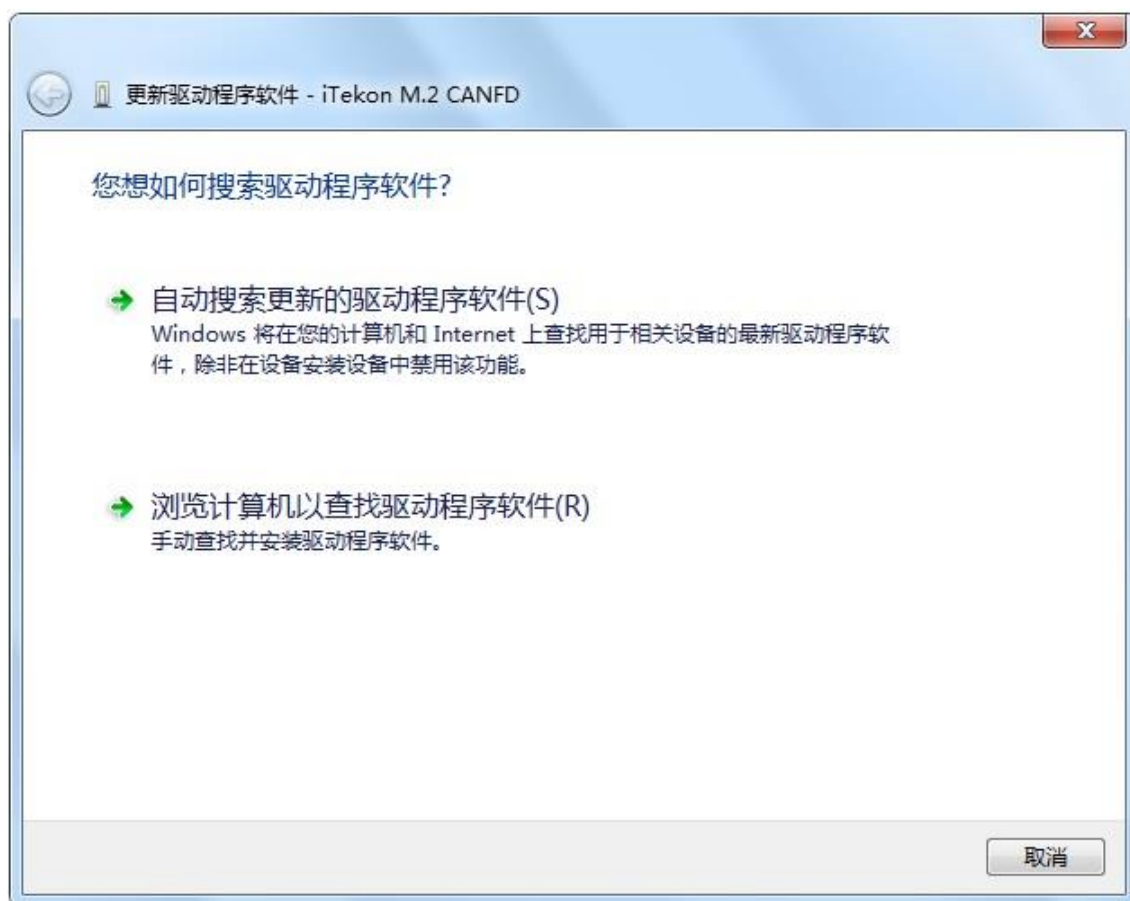
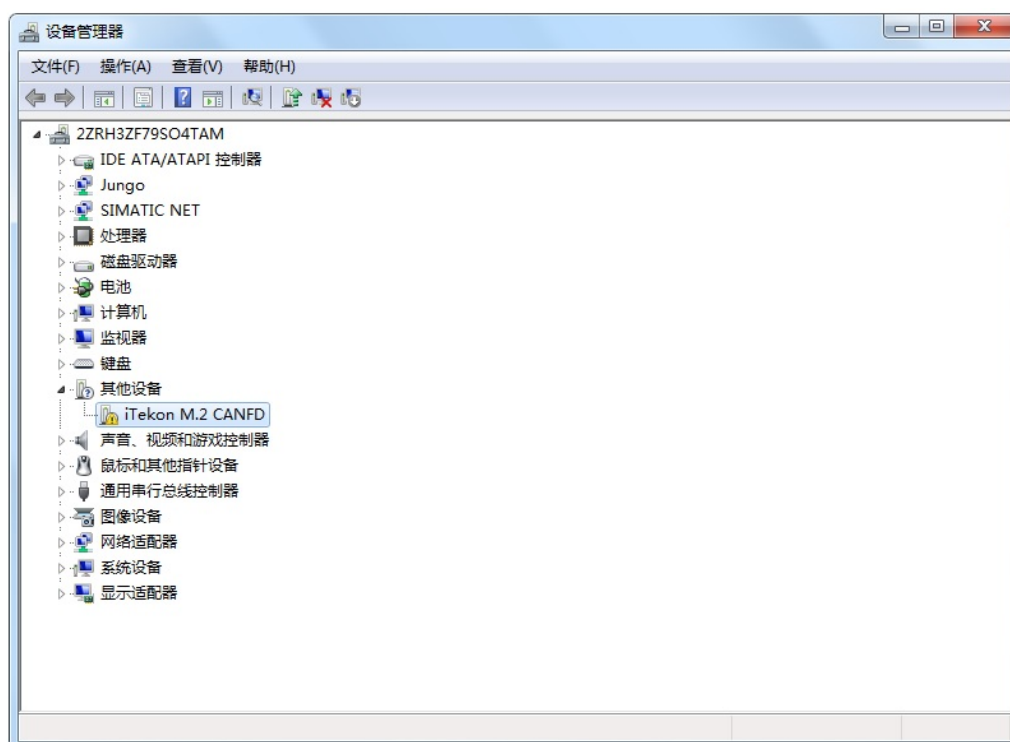
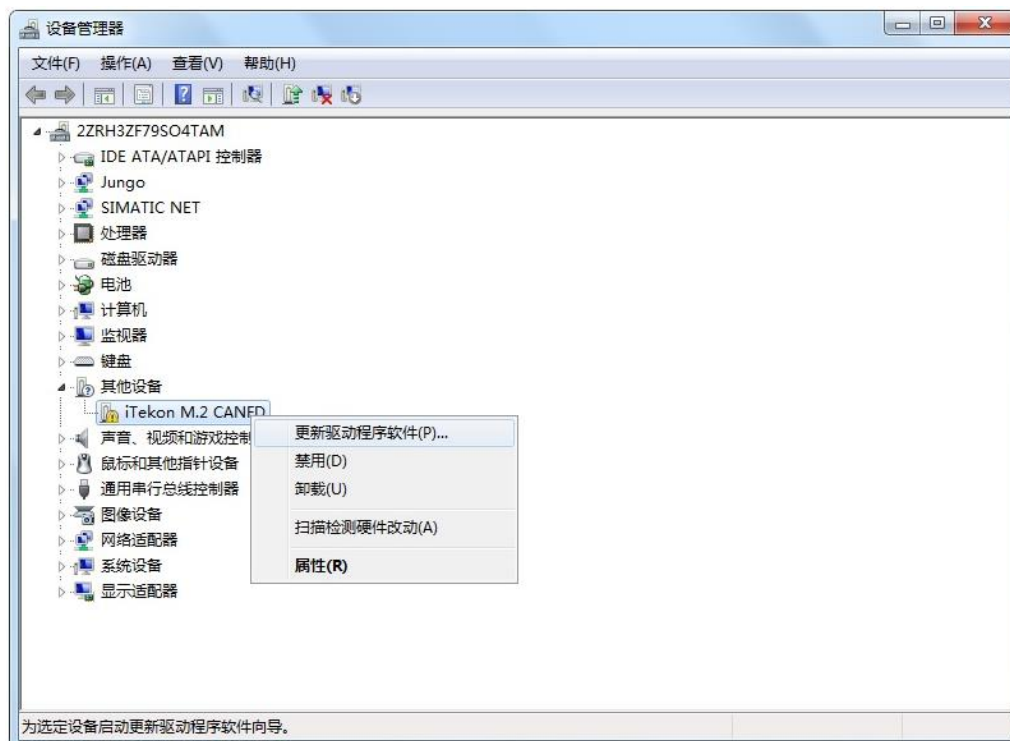
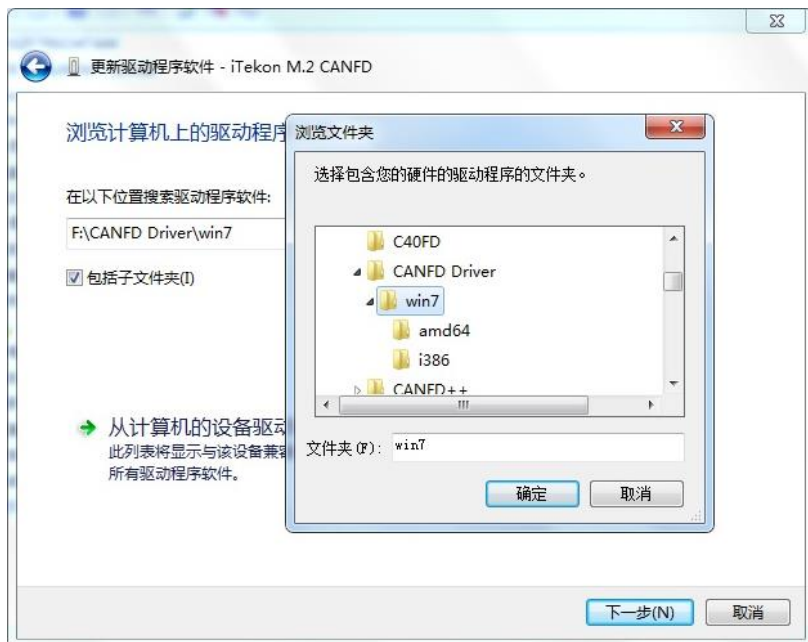

图 3-1 驱动安装引导窗口
图 3-2 设备管理器窗口
图 3-3 更新驱动
图 3-4 驱动文件路径选择窗口
2) 系统会提示发现新硬件，并弹出驱动安装引导窗口，如图 3-1。如未弹出驱动安装引导窗口，请右键点击<我的电脑>，选择<管理>，在弹出窗口的左侧列表中点击<设备管理器>如图 3-2。在设备列表<其他设备>中选择<iTekon M.2 CANFD>设备，右键菜单中选择<更新驱动程序>如图 3-3 所示，会弹出图 3-1 的对话框。
3) 在图 3-1 窗口选择<浏览计算机已查找驱动程序软件>，将弹出图 3-4，并将驱动程序路径指向驱动文件所在的 win7 文件夹；
4) 在图 3-4 窗口点击<确定>按钮，系统会弹出数字证书安全提示如图 3-5，选择<始终安装此驱动程序软件>，会弹出驱动正在安装界面，如图 3-6 所示。安装完毕后系统会提示驱动安装成功，如图 3-5 所示；